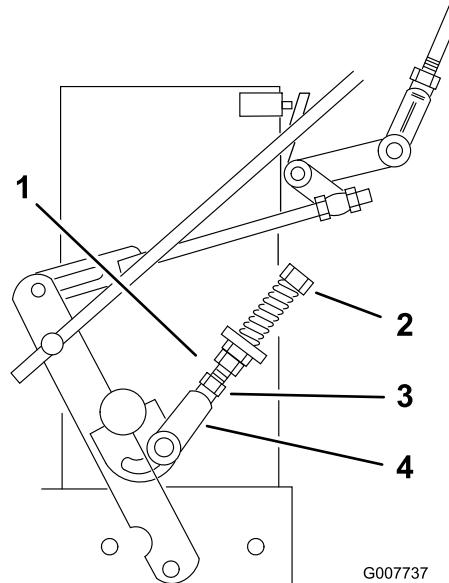

Figura 32
muerto deben ser ajustados (Figura 32). Si la rueda se detiene, vaya al paso 12.
10. Afloje la tuerca de la horquilla del acoplamiento del control de punto muerto (Figura 32).
11. Ajuste el acoplamiento del control de punto muerto hasta que la rueda motriz correspondiente deje de girar con la palanca sujetada contra el muelle de punto muerto (posición de punto muerto) (Figura 32).
12. Gire el perno de ajuste 1/4 de vuelta aproximadamente en el sentido de las agujas del reloj si la rueda gira hacia atrás, o 1/4 de vuelta aproximadamente en el sentido contrario a las agujas del reloj si la rueda gira hacia adelante (Figura 32).